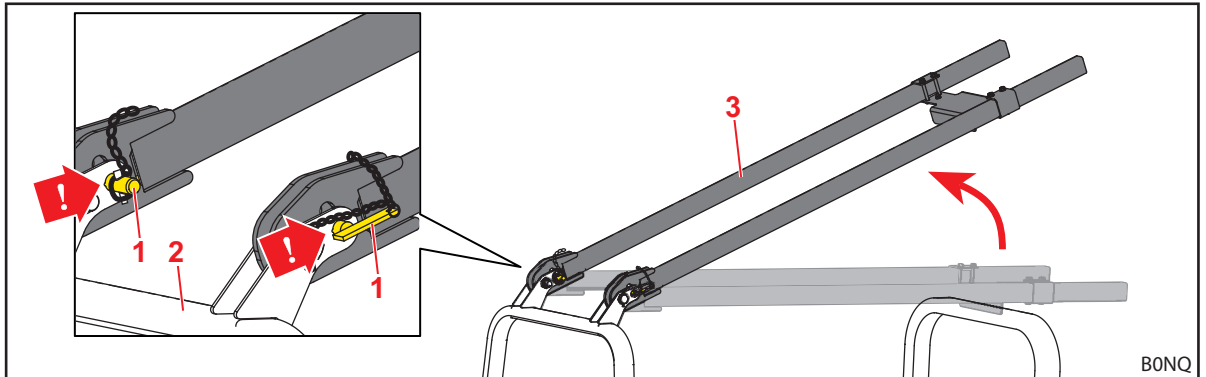

Abb. 33 Hochgeklappte und in unteren Löchern gesicherte Traversen
- (1) Lange Traversen in unteren Löchern sichern.
- Lange Traversen mit Steckbolzen in unteren Löchern sichern (vergleiche Abb. 33).
- (2) Unteren Bügel hochklappen (siehe Beschreibung für OPG ohne lange Traversen am Anfang des Kapitels).
- (3) Lange Traversen herunterklappen.